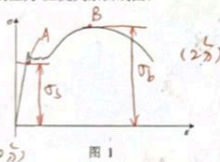

图 1
1、(本题 8 分) 如图 1 所示是低碳钢单向拉伸试验得到的应力-应变关系曲线图。
(2). 由图 1.